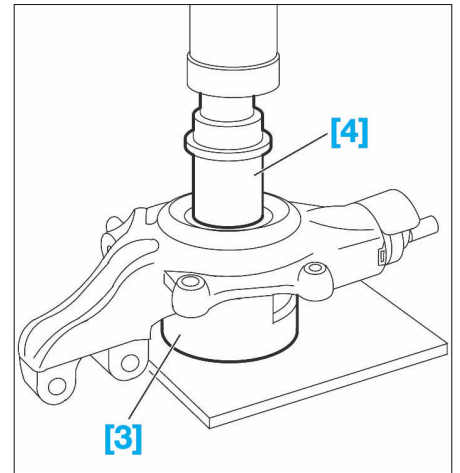

FIG. 31
- Extraire la cage intérieure (2) du roulement à l'aide de l'extracteur.
- Repositionner la cage intérieure (2) dans son logement.
- Mettre en contact l'outil [4] avec la cage du roulement (Fig.31).